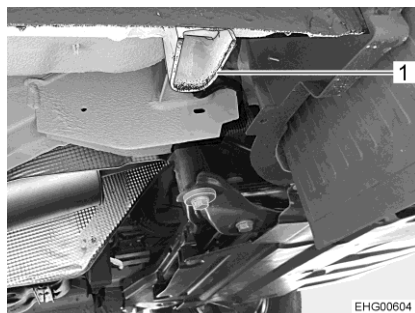

Fig. 237 Fixation essieu avant
- Si une roue doit être changée sur l'essieu avant : Placer le cric sur la fixation prévue à cet effet (Fig. 237,1).